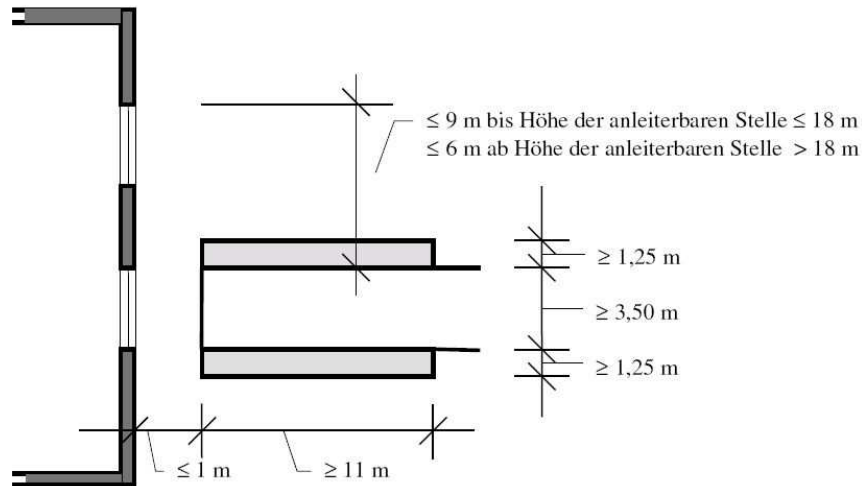

Bild 3
4.2 Aufstellflächen rechtwinklig zu Außenwänden (Bild 3)